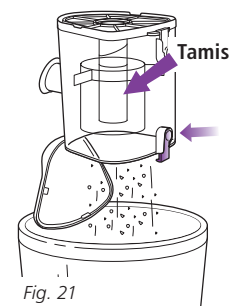

Fig. 21
- 3 Si nécessaire, mettre le récipient à poussière à l'envers au-dessus de la poubelle et presser le bouton de dégagement de la porte supérieure. (Fig. 21) Tapez doucement pour le vider.